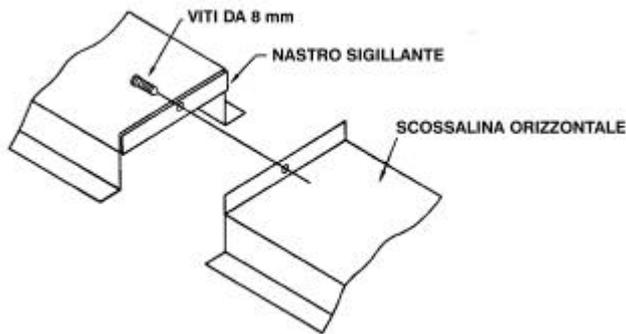

Figura 7 – Assemblaggio della scossalina orizzontale
9. Rimuovere le viti di fissaggio da 6 mm. dalle squadrette di fissaggio della scossalina sulla parte finale del pannello. Rimuovere le scossaline orizzontali e fissarle insieme, una contro l'altra, inserendo una vite autofilettante da 8 mm. attraverso il foro più largo nella parte finale di accoppiamento con il foro più piccolo. Per le unità in acciaio inossidabile si utilizzeranno viti da 8 mm., dadi e rondelle in acciaio inox (vedi Figura 7).